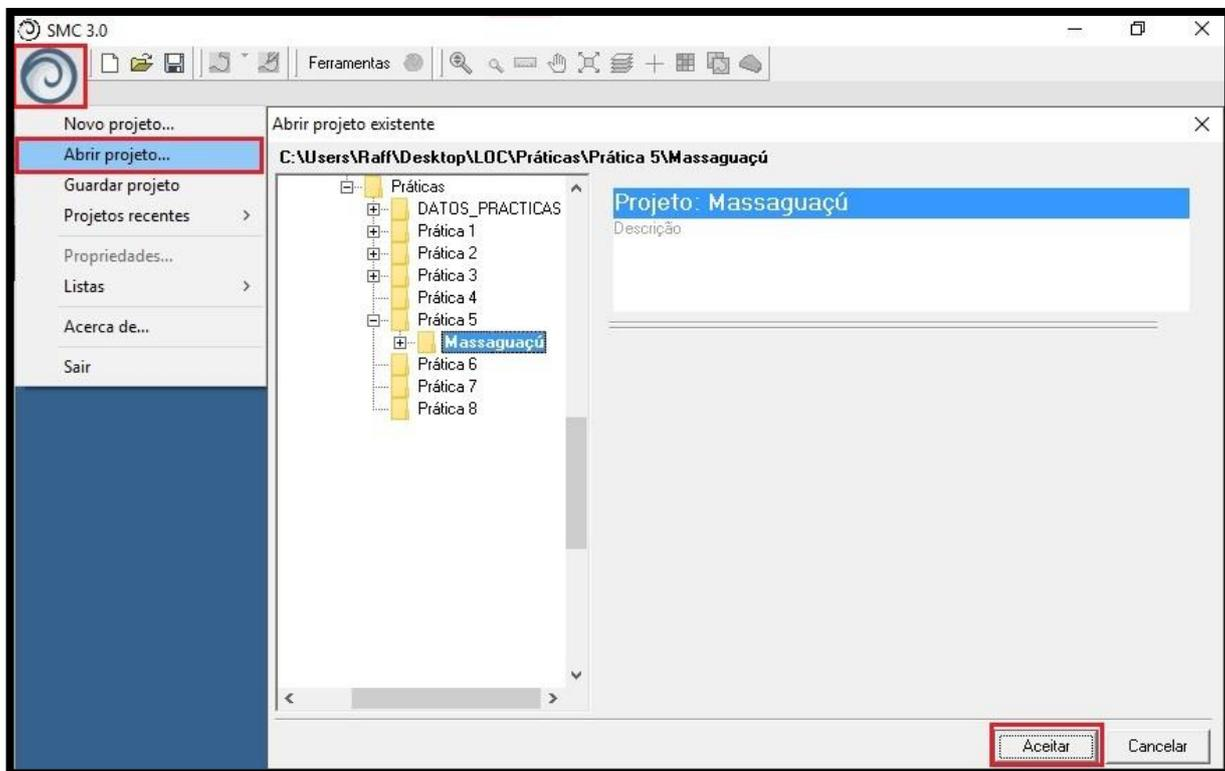

Figura 15 – Abrir um projeto existente no SMC.
ou “C:\Praticas\Pratica5” (pastas Praticas\Pratica5 criada pelo usuário) para facilitar no andamento da modelagem (Figura 15);
- 13) Clicar no ícone () e selecionar “Abrir Projeto”. Buscar o diretório onde o projeto **Massaguacu** foi salvo e abri-lo (Figura 15);